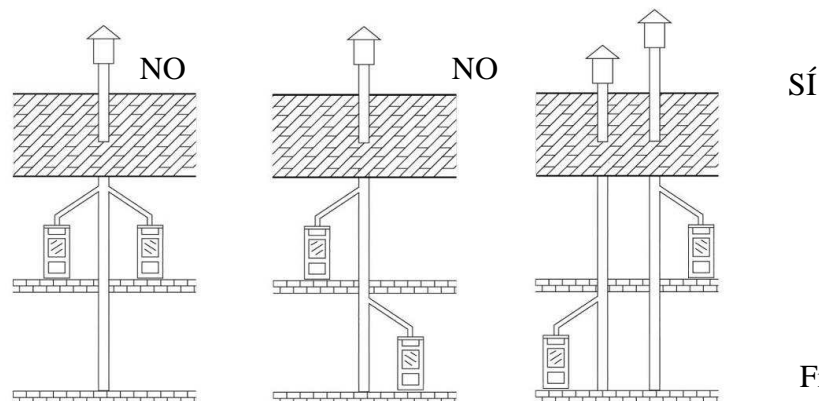

Fig.1
-No deberá estar conectado a ninguna otra chimenea, estufa, caldera, o campana aspirante de ningún tipo (fig.1).